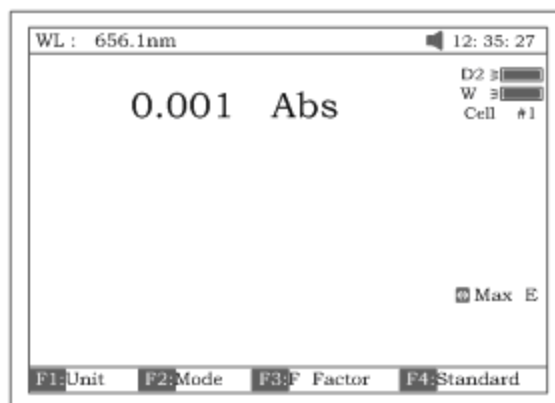

Рисунок 10
- Нажмите клавишу [УСТАНОВИТЬ] (рис.10).